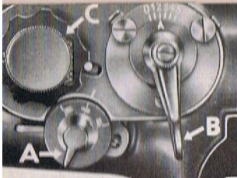

Abb. 33 Das Einstellen des Überstiches
**Zickzacknähte** (Abb. 33). Um gewöhnliche Zickzacknähte herstellen und die allgemeinen Zickzackarbeiten verrichten zu können, muß sich die Zickzackstich-Schablone Nr. 1 (siehe C in Abb. 33) in der Maschine befinden. Stellt man den Überstichhebel B bzw. den Zeiger nicht auf 0, sondern auf einen der übrigen Teilstriche der Skala, so entstehen Zickzacknähte. Die Teilstriche bzw. die Zahlen der Skala geben die Überstichbreite in mm an, d. h. es können Zickzack- und Ziernähte bis zu 5 mm Breite hergestellt werden.
Für die allgemeinen Zickzackarbeiten empfiehlt es sich, wenn nicht anders angegeben, immer den zentralen Nadelausschlag, wie in Abb. 33 gezeigt, einzustellen.